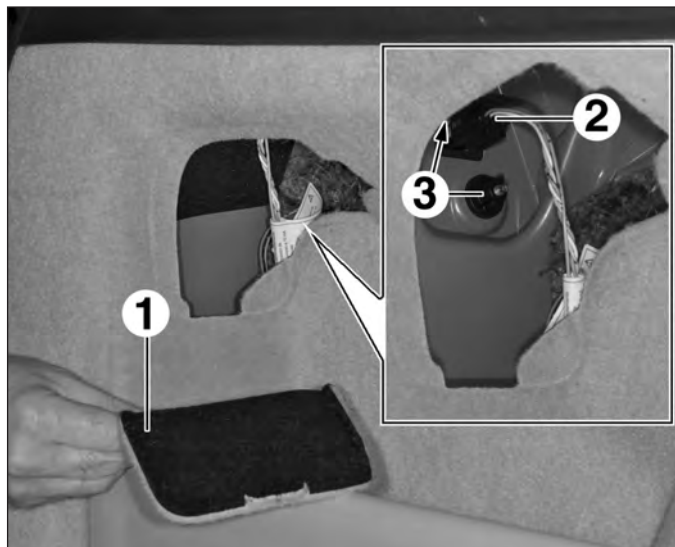

FIG.132
- Déposer la garniture latéral (1) de coffre (Fig.132).
- Débrancher le connecteur (2)
- les écrous papillon (3),